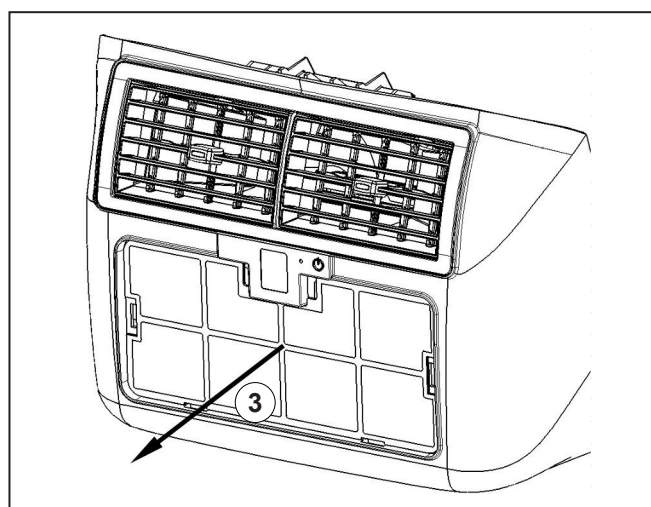

Fig. 8
2. Enlever le filtre («Fig. 8» rep.3).
3. Une fois l'entretien terminé, remettez le filtre («Fig. 8» rep.3) et fermez la grille à pression située sur la face avant